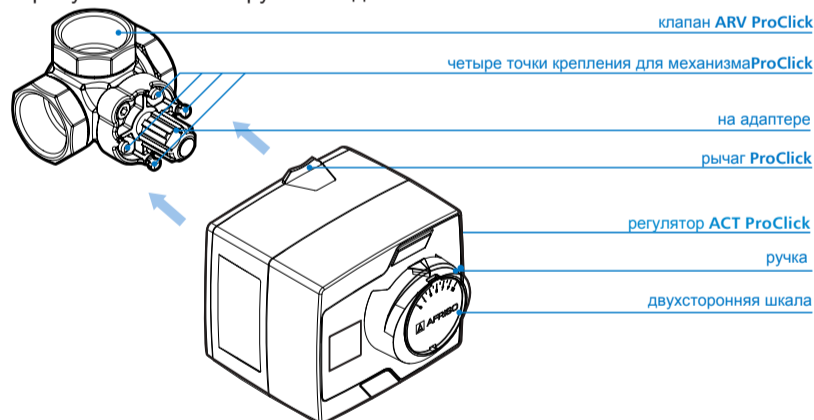

Рис. 7. Установка контроллера постоянной температуры ACT ProClick.
3. Наденьте контроллер на смесительный клапан так, чтобы 4 точки крепления механизма клапана ProClick оказались внутри соответствующих отверстий на задней стороне контроллера, и механизм крепления защелкнулся на них (Рис. 7). Система ProClick не требует никаких инструментов для этого.